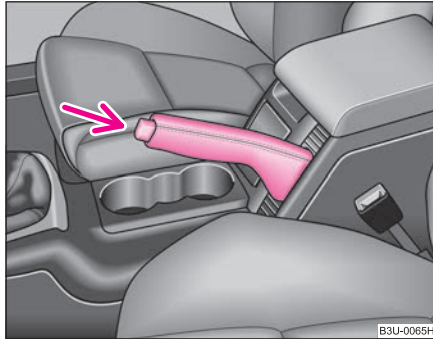

Fig. 118 Consola centrală: Frâna de staționare
- Acționați maneta puțin în sus și în același timp apăsați butonul de blocare ⇒ fig. 118.